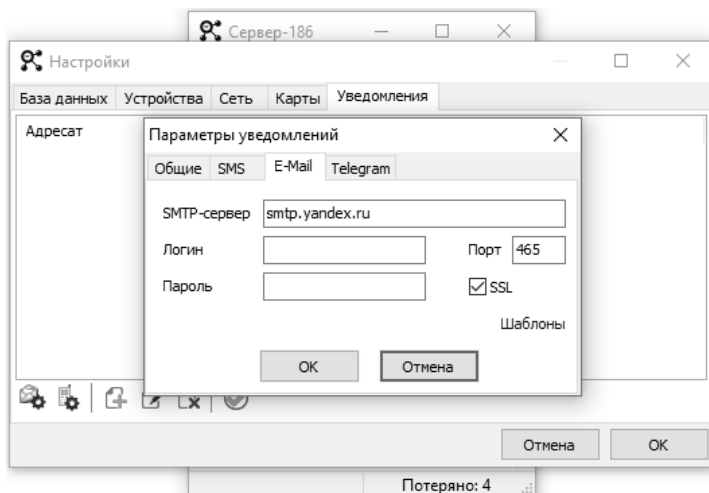

Рисунок 23
– на вкладке "E-Mail" необходимо указать параметры подключения с серверу отправки почтовых сообщений. Часть параметров за исключением логина и пароля для доступа к серверу можно заполнить автоматически из шаблонов (рисунок 23);